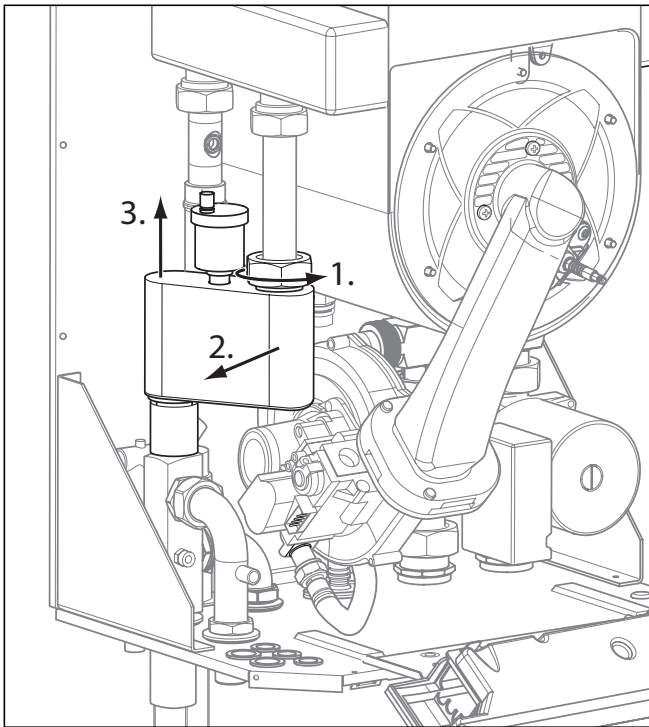

Fig. 7.7 Curățarea vasului de aer
- Demontați vasul de aer așa cum este arătat în fig. 7.7 și spălați-l cu apă fierbinte.